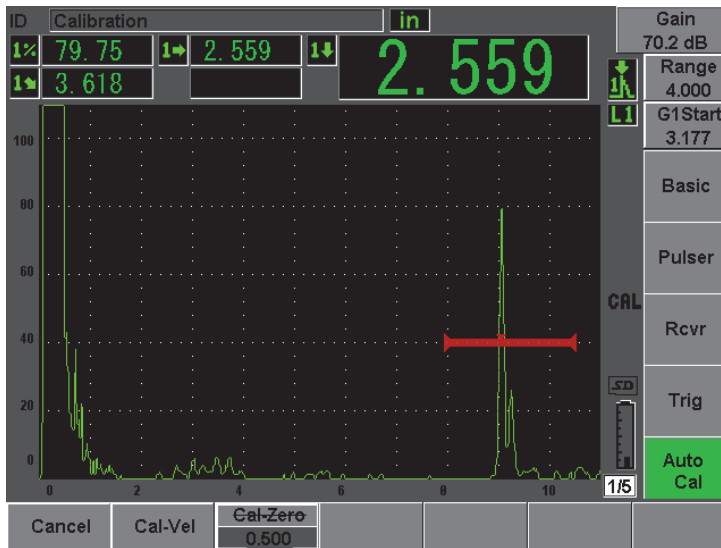

Figure 10-28 Exemple d'un signal placé dans la porte pour étalonnage de la vitesse
7. Entrez l'épaisseur connue de l'indication dans la porte (2,5 mm ou 0,500 po dans cet exemple), et puis sélectionnez **Continue** (Continuer) pour passer à la deuxième étape d'étalonnage (voir la Figure 10-28 à la page 194).